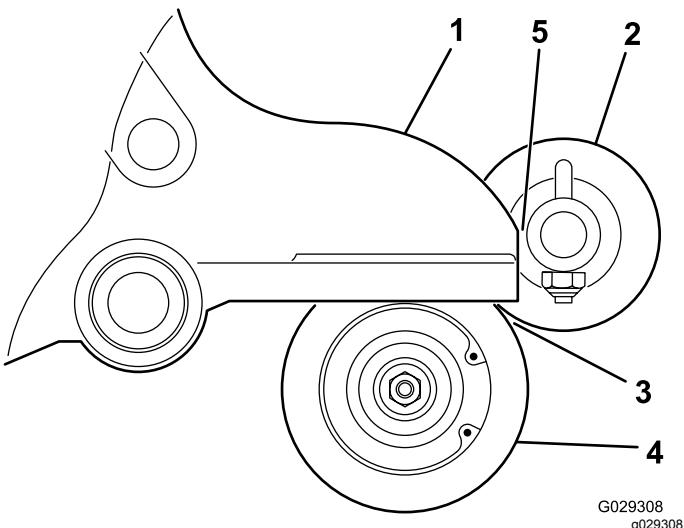

Bild 14
- Positionieren Sie die Rollenbürste so, dass sie die Heckrolle leicht berührt (Bild 14).